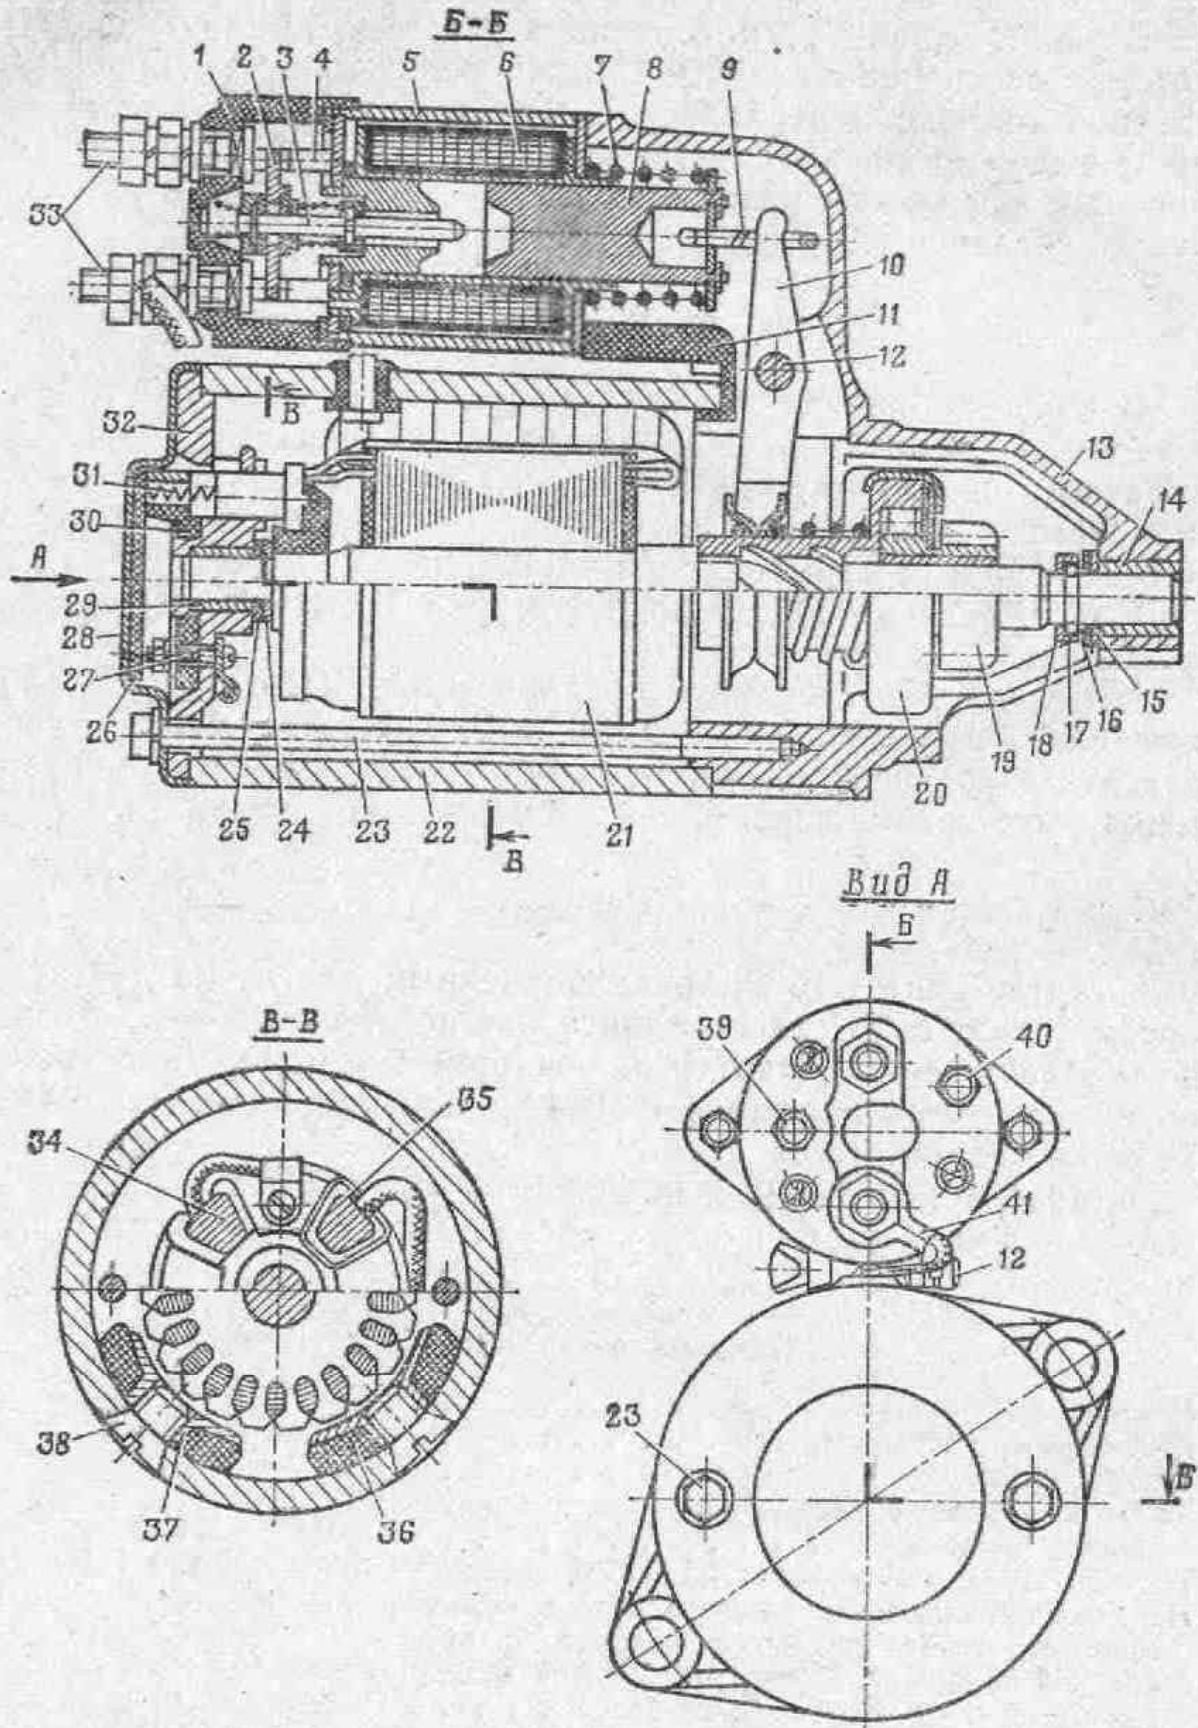
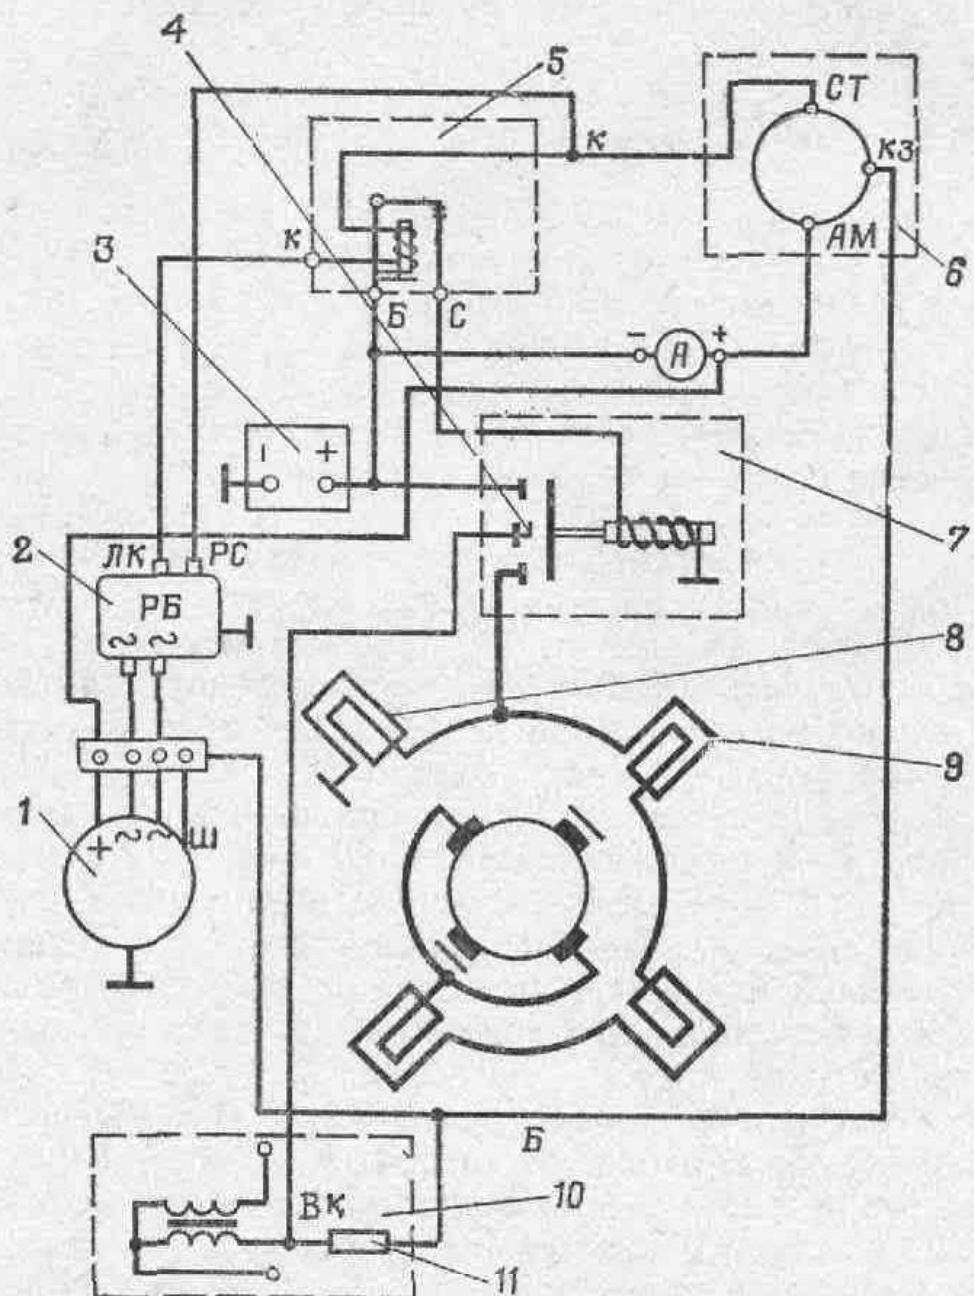

Рис. 95. Стартер СТ368:
Рис. 96. Электрическая схема соединения стартера, дополнительного реле и выключателя зажигания:
Стартер имеет четыре полюса, на которых расположены катушки 36 (рис. 95) возбуждения, три из которых соединены между собой последовательно, одна — параллельно им.
Работа стартера. При повороте ключа выключателя зажигания в положение, соответствующее включению стартера, замыкаются контакты выключателя зажигания и ток от аккумуляторной батареи 3 (рис. 96) через эти контакты поступает в катушку дополнительного реле 5 стартера (обмотка реле 5 подключена одним выводом к батарее, а другим — к выводу ЛК реле 2 блокировки, который в схеме реле соединен с «массой»), намагничивая сердечник, который притягивает коромысло и замыкает контакты. Напряжение через контакты дополнительного реле 5 подается в обмотку тягового реле 7 стартера. Якорь 8 (рис. 95) тягового реле под действием электромагнитного поля
ет главные контакты тягового реле стартера, включая стартер, и дополнительный контакт 4 (рис. 96), благодаря чему отключается резистор 11 катушки 10 зажигания.
- 1) отверните гайки контактных болтов 33 (рис. 95) крепления провода и отсоедините провод;